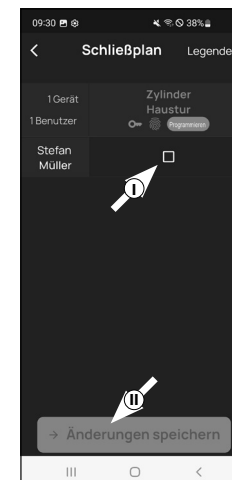

Abb. 2
4 Vous verrez un tableau comportant les cylindres créés (horizontalement) et les utilisateurs configurés (verticalement) (Fig. 2). Cochez chaque combinaison où vous souhaitez autoriser l'utilisateur respectif à utiliser la serrure correspondante (I) (Fig. 2), puis cliquez sur le bouton « Enregistrer les modifications » (II) (Fig. 2).